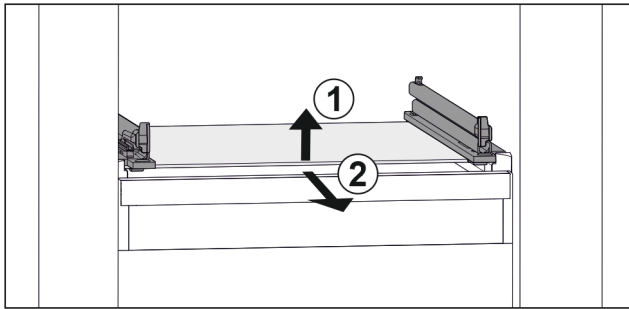

Fig. 65 Beispielhafte Darstellung der Glasplatte
- ▶ Glasplatte vorne anheben. Fig. 65 (1)
- ▶ Glasplatte nach vorne entnehmen. Fig. 65 (2)